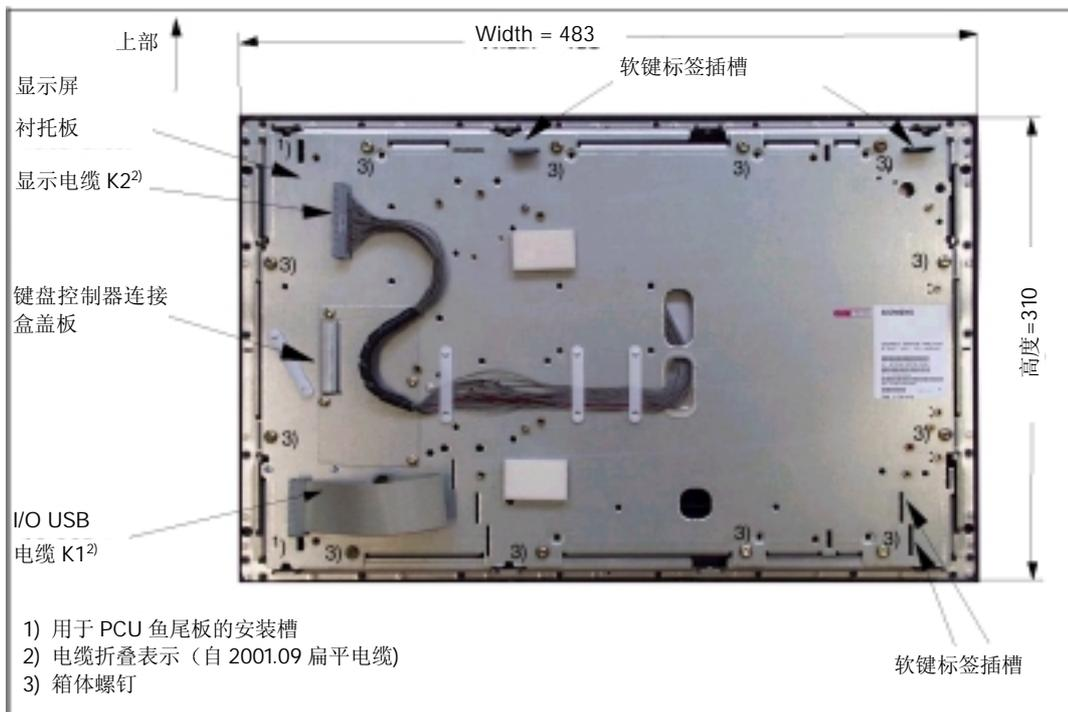

图 5-4 操作面板背面带有接口、安装槽和软键标签插槽位置
5. 把 PCU50 中已经装好的安装板的鱼尾板垂直地插到 OP010 的安装插槽中 (图 5-4)。
如果要插入或更换软键插槽标签（供货时已经提供），则必须在装配 OP010 和 PCU 之前进行（参见图 5-4）。
4. 从操作面板的后面沿着槽口插入标签（参见图 5-4）。
1. 把 OP010 放置在水平台面上，正面朝下。松开 12 个箱体螺钉（参见图 5-4）。
2. 取出软键插槽标签和盖板（参见图 5-4）。